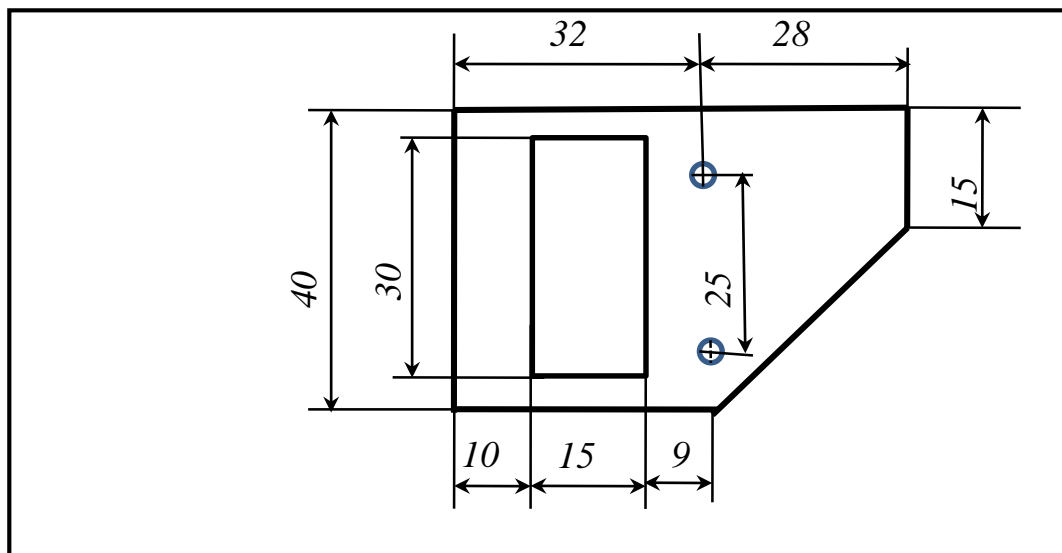

Рис. 1. Мебельная накладка
3. По чертежу изготовить мебельную накладку (рис. 1).